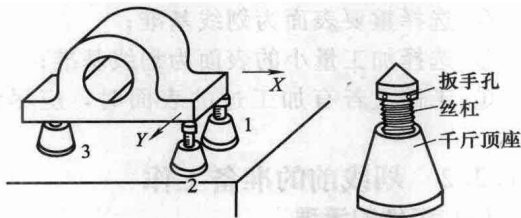

图 1-10 千斤顶
b. 千斤顶 简单千斤顶由底座和丝杠组成。通常是三个一组使用，用来支承毛坯或形状不规则的待划线工件，并可调整高度，以便找正工件，如图 1-10 所示。